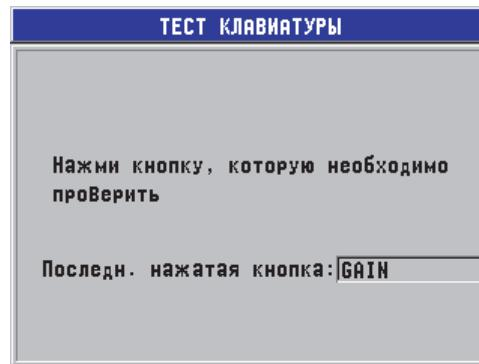

Рис. 12-2 Экран ТЕСТ КЛАВИАТУРЫ
4. При выборе **ТЕСТ КЛАВИАТУРЫ**, в окне **ТЕСТ КЛАВИАТУРЫ** (см. Рис. 12-2 на стр. 222):